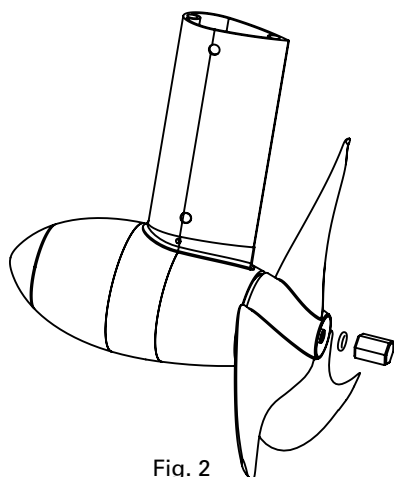

Fig. 2
- Ánodo sacrificial con rosca (fig. 2): Inserte el anillo tórico 8,5 x 2 en el eje del engranaje y atornille luego el ánodo sacrificial con la mano.